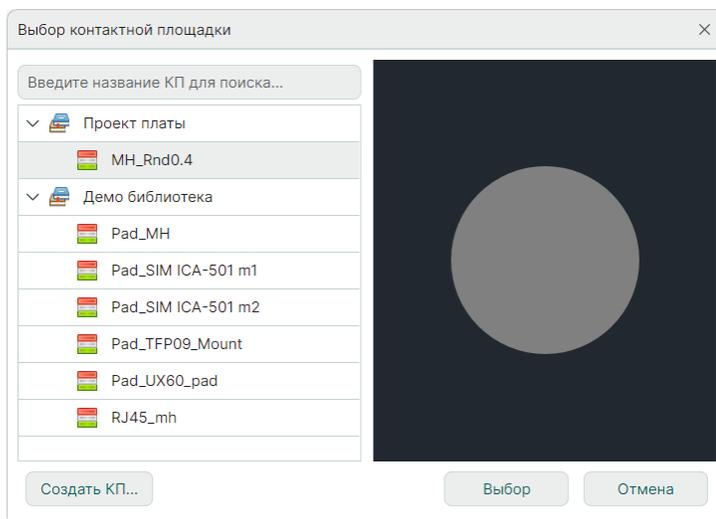

Рис. 206 Выбор типа монтажного отверстия
2. Выберите тип монтажного отверстия в окне «Выбор контактной площадки» и нажмите кнопку «Выбор», см. Рис. 206. В окне отображаются монтажные отверстия, созданные во всех доступных библиотеках.